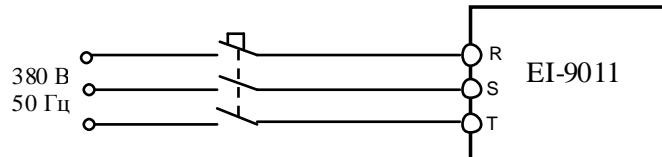

Рис. 4.8. Подключение ПЧ к сети Зф 380В
4.8.2. Подать напряжение питания ЗФ ~380 В на преобразователь, как показано на рис. 4.8.
H3-08 = 0	Клемма 14 – сигнал управления 0...10 В, (для сигнала 0...10 В клеммы 14 перемычку J1 на плате ЦП удалить – см. рис. 4.8);